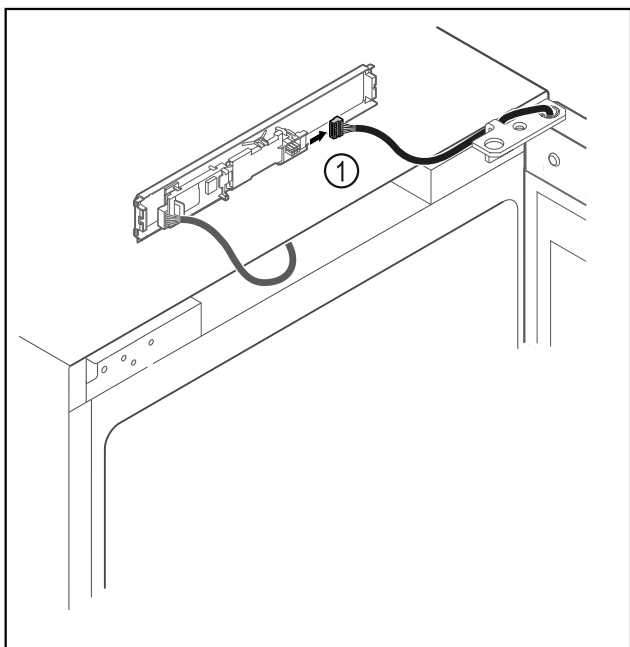

Fig. 12
- Vtič Fig. 12 (1) odstranite s tiskanega vezja.